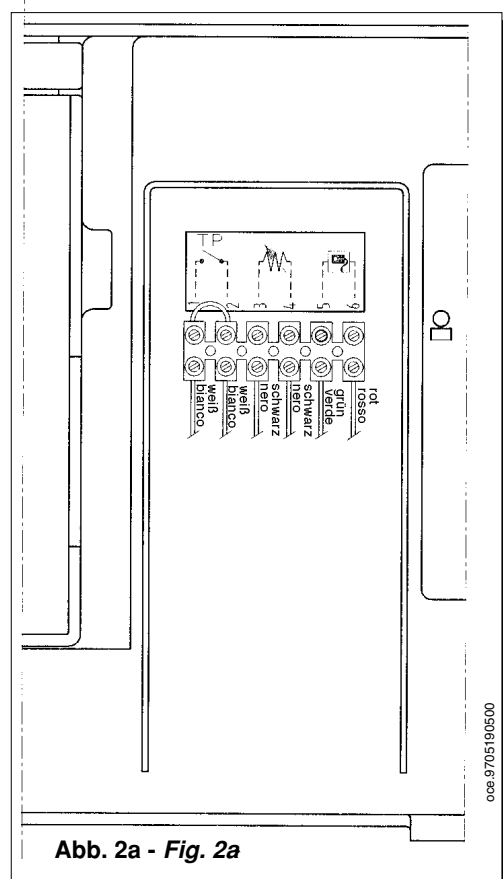

Abb. 2a - Fig. 2a
- Den linken Deckel der elektrischen Dose öffnen, um an das Klemmenbrett heranzukommen (Foto 4). Im Inneren sind eine Klemmbrett angebracht (Abb. 2a): ein anderes für die Verbindung des Außenfühlers der Fernsteuerung und des Thermostates für Anlagen auf dem Boden.
- Accedere alla morsettiera tramite l'apertura del coperchio delle connessioni (foto 4). All'interno è posizionata una morsettiera (fig. 2a) per il collegamento della sonda esterna del controllo remoto e del termostato per impianti a pavimento.
- 1) Die beiden Drähte der Außensonde an den Klemmen 3 und 4 des Klemmenbretts anschließen (Abb. 2a).